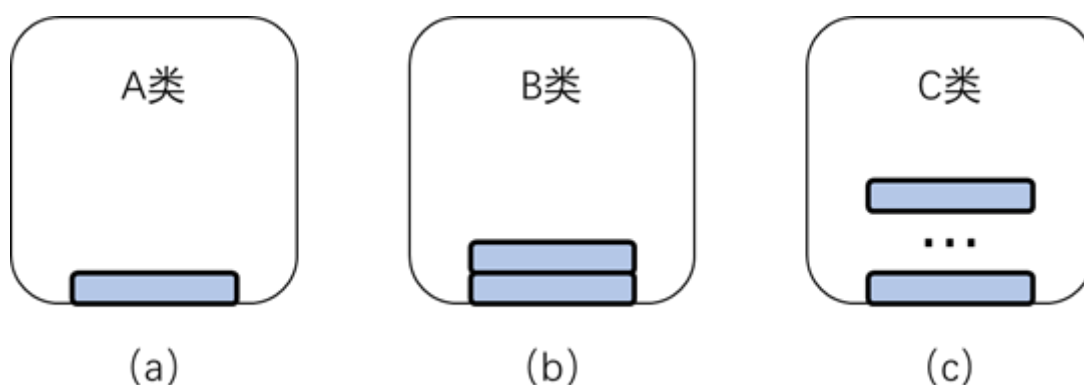

图 3 三类盲盒内部硬币放置的正视图
3、“A 类盲盒”为内部放置 1 枚硬币的盲盒，放置方式如图 3（a）所示，此类盲盒种类由硬币种类决定，至少 3 种。
“B 类盲盒”为内部放置了两枚硬币的盲盒，放置方式如图 3（b）所示，任选 2 枚硬币形成组合。如果是不同种类硬币，由于叠放次序不同，形成 2 种不同盲盒。如果是同种类硬币，不论叠放次序，只算形成 1 种盲盒。
“C 类盲盒”为内部放置了 5 枚（含 5 枚）以内硬币的盲盒，放置方式如图 3（c）所示，任选若干枚硬币形成组合。